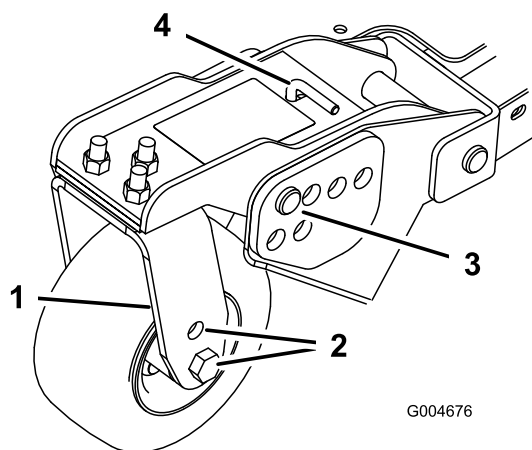
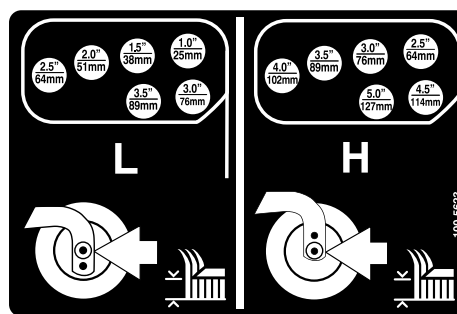

Figura 20
Figura 21
- Coloque os eixos da roda giratória nos mesmos orifícios em todas as forquilha da roda giratória (Figura 18 e Figura 20).
- Retire o contrapino tipo grampo e os pinos de segurança dos braços articulados da roda giratória (Figura 20).
- Rode a barra tensora para levantar ou descer o braço articulado, até os orifícios se encontrarem alinhados com os orifícios da altura de corte desejados, na estrutura da plataforma do cortador (Figura 20 e Figura 21).